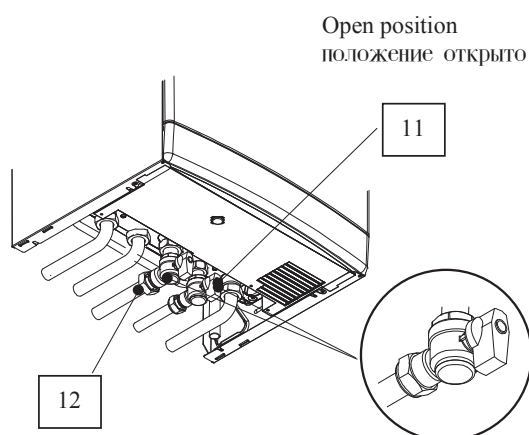

Fig. 6.1
- 2 Open the gas cock 12 (Fig. 6.1) on the appliance and check the gas connector on the appliance for leaks.
- 2 Откройте газовый кран 12(рис. 6.1) на устройстве и проверьте подключение на отсутствие утечек.
- 2 Open the cold water inlet cock 11 (Fig. 6.1)
- 2 Откройте кран подачи холодной воды 11(рис. 6.1).